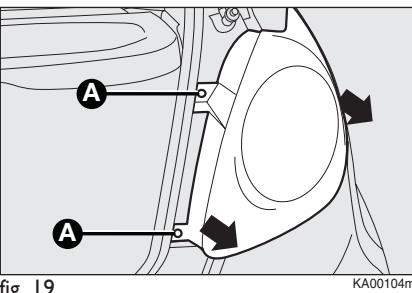

fig. 19
- desenrosque los dos tornillos de sujeción **A**-fig. 19 y extraiga el grupo de luces de forma axial, sin rotarlo;